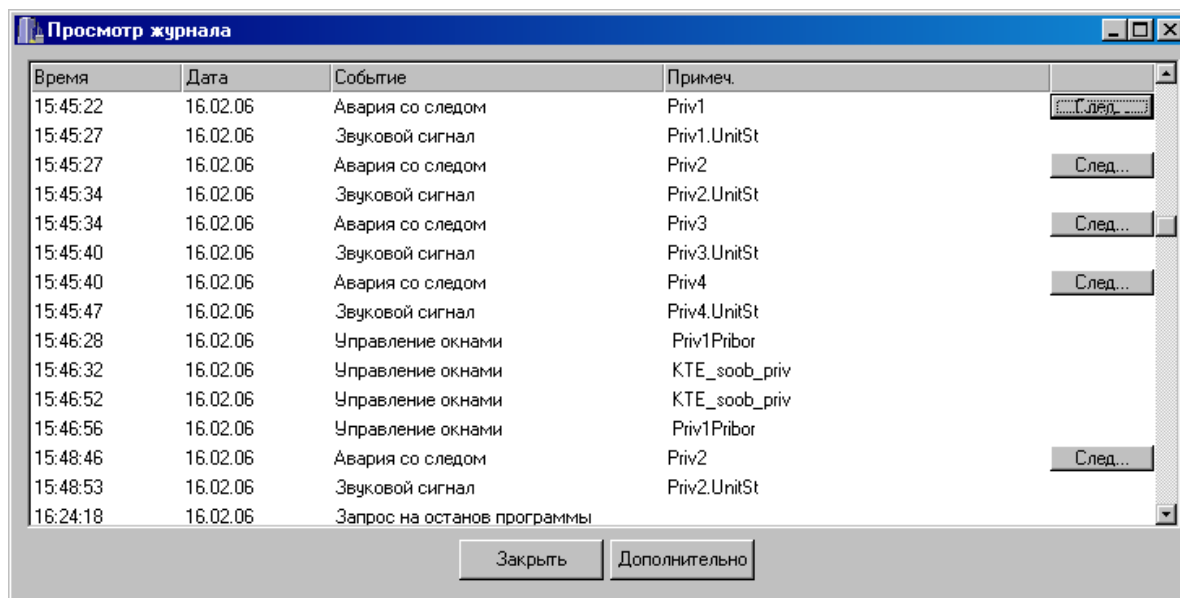

Рис. 2.16 Просмотр журнала
2.6.6 Рассмотрим вид окна основного журнала (см. рис. 2.16)